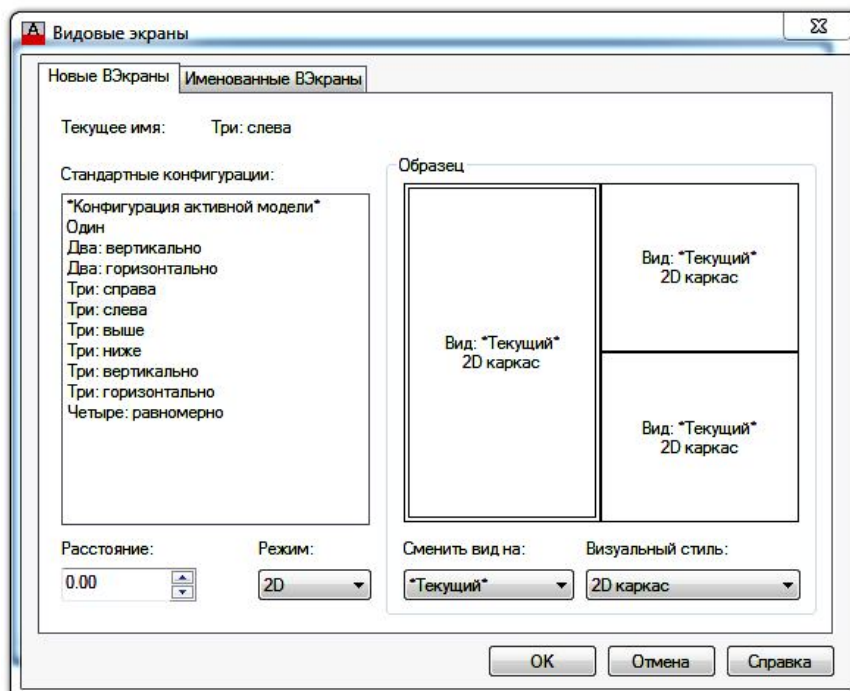

Рис. 8.6. Окно Видовые экраны.
1. Перейти на вкладку **Лист** и создать несколько образцов видовых экранов с помощью окна **Видовые экраны** (рис. 8.6).